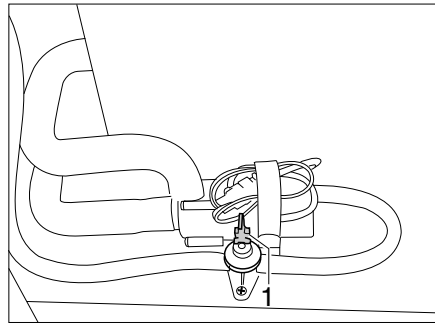

Bild 225 Ablasshahn
- Alle Ablasshähne schließen. Dazu den Kipphebel (Bild 225,1) waagrecht stellen.